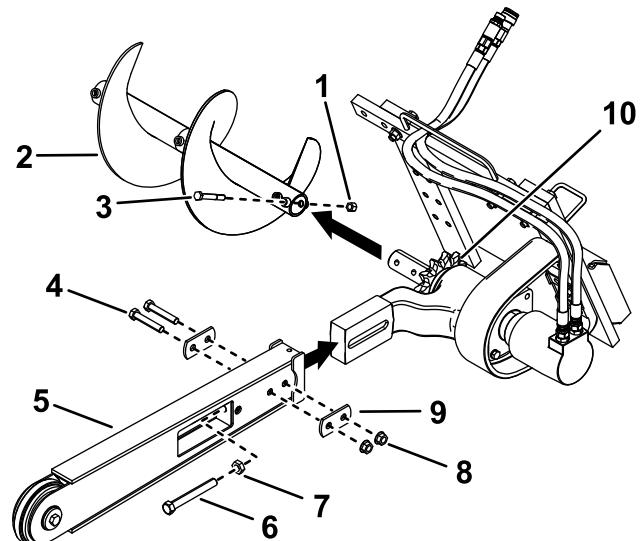

Figura 4
3. Retire el perno y la tuerca que sujetan el sinfín y retire el sinfín (Figura 4).
4. Retire los 2 pernos ($5/8"$ x $3\frac{1}{2}"$), las 2 tuercas ($5/8"$) y las 2 arandelas dobles de los laterales de la espada (Figura 4).
5. Afloje el perno de ajuste y la contratuerca (Figura 4).